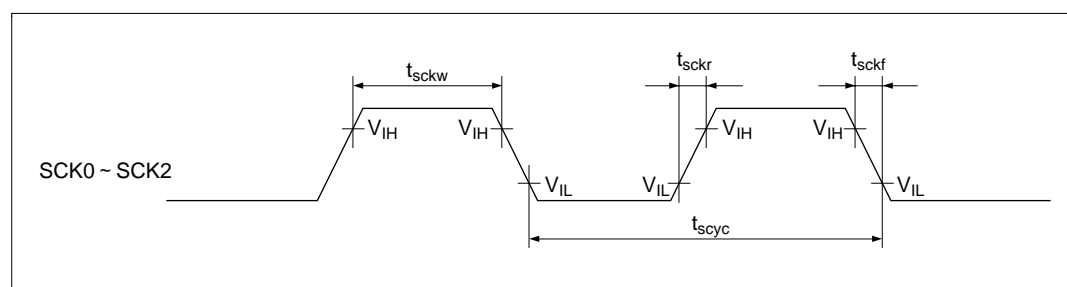

図 24.15 入力クロックタイミング
- *1 調歩同期モードでは非同期入出力ですが、図 24.15 に示すように、受信データは CK クロック立ち上がり (2 クロック間隔) で変化が生じたものとして判定され、送信信号は CK クロック立ち上がり (2 クロック間隔) 基準に変化します。